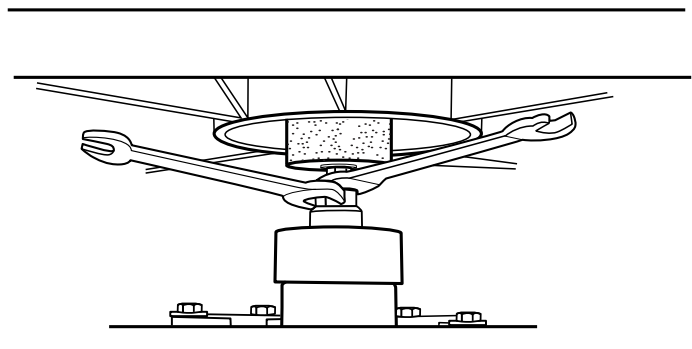

FIGURA 4
Utilice una segunda llave de 17mm, ubicada sobre la tuerca de retención del rodillo consulte la Figura 4, para ajustar el rodillo no más de otra media vuelta.
- Utilizando una llave de 17mm, según se muestra en la Figura 4 página 8, afloje el rodillo girándolo en el sentido de las agujas del reloj.